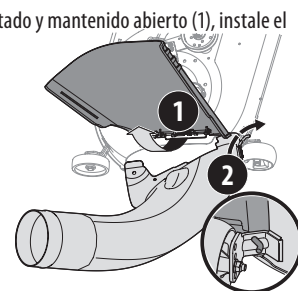

Figura 19
- Con el canalón de descarga del tractor levantado y mantenido abierto (1), instale el maletero colocando la barra de montaje del maletero en la pestaña de montaje del canalón (2), como se muestra en la Figura 19.